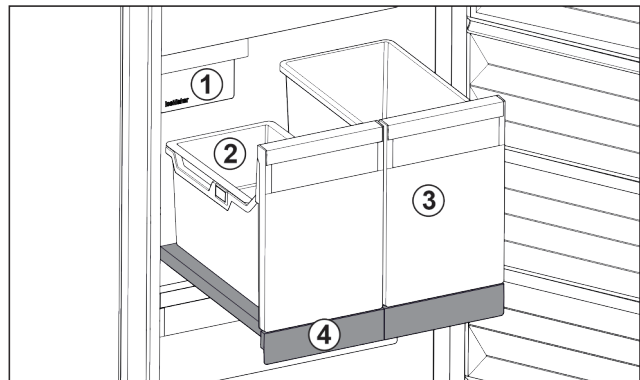

Fig. 17 Auszugsbord mit IceTower
- (1) IceMaker
- (2) Einhängeschale für Eiswürfel
- (3) Behälter für z. B. Pizza, alkoholische Getränke
- (4) Auszugsbord
Auf dem Auszugsbord sind zwei hohe Behälter (IceTower). Im Behälter Fig. 17 (2) werden Eiswürfel aus dem IceMaker gesammelt und gelagert. Behälter Fig. 17 (3) eignet sich für die Lagerung von hohen Lebensmitteln wie Pizzen oder alkoholischen Getränken.